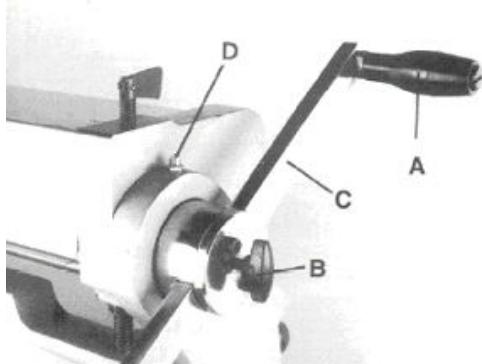

Рис. 1
7. Снимите одну ручку (A, Рис.1) с блока рукоятки.
8. Ослабьте барабашковый винт (B, Рис.1).
9. Вставьте стержень (C, Рис.1) во втулку и затяните крепление (Рис. 1) на месте.
10. Поставьте обратно ручку (B, Рис.1).
1. Смазывайте через ниппели наверху левой и правой сторон рамы при помощи шприца с консистентной смазкой раз в месяц (D, Рис.1).